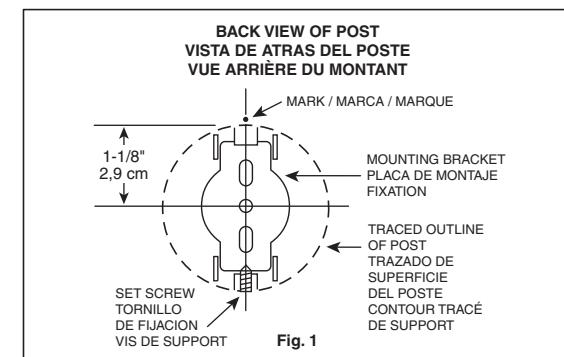
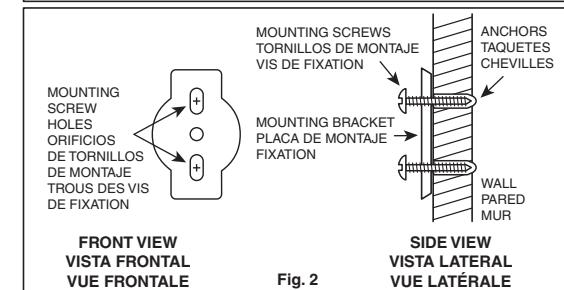

Fig. 1
Fig. 2
- Désinez l'endroit où vous voulez installer l'unité et faites une légère marque au-dessus du centre de l'unité, **Fig. 1**. Tracez une ligne verticale de 4,4 cm à partir de la marque. À 2,9 cm sous la marque, tracez une ligne horizontale de 4,4 cm, **Fig. 1**. Placez le trou du centre des fixations vis-à-vis l'intersection des lignes. Assurez-vous que la ligne verticale est au centre des trous ovales. Marquez la position des vis dans le centre des trous ovales, **Fig. 2**. Sur les carreaux de céramique, essayez de faire correspondre les trous de fixation avec un joint de coulis. Si vous devez percer les carreaux de céramique, appliquez du ruban-cache sur ceux-ci pour empêcher le foret de glisser. Utilisez un foret en carbure de 0,6 cm pour percer dans des carreaux en céramique. Percez des trous de 0,6 cm de diamètre.
- Enfoncez les chevilles de plastique dans le mur pour que les têtes sont à ras le mur. Vissez le fixation de métal au mur, **Fig. 2**. Ne trop serrez pas les vis de fixation. **Note:** Des boulons "molly" ou à ailettes seront peut-être nécessaire pour l'installer sur du panneau de gypse ou une porte creuse (non compris).